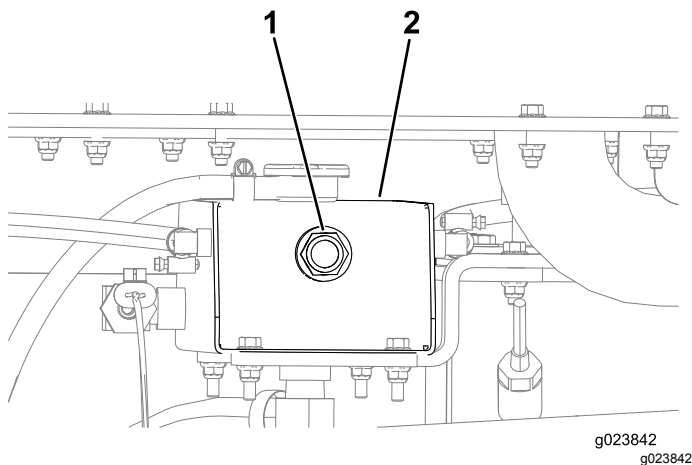

Bild 110
4. Prüfen Sie den Kühlmittelstand am Schauglas am Ende des Kühlmittelbehälters (Bild 110).